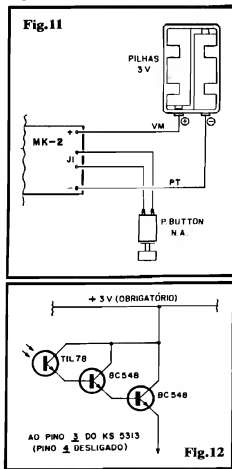

Fig.12
- FIG. 12 - POSSIBILIDADES "NÃO MECÂNICAS" DE CONTROLE AUTOMÁTICO - A adaptação dos circuitinhos do MK1 ou MK2 a caixinhas de música reais (como um pequeno porta-jóias, por exemplo...) não é difícil, conforme sugestões já descritas, improvisando-se contatos elétricos com lâminas comandadas pela búscula das tampas, etc. Entretanto, existem soluções tecnologicamente mais sofisticadas que podem ser adotadas pelos Leitores/Hobbistas... Uma delas, cujo diagrama básico é mostrado na figura, é o comando ótico do sistema, que pode ser usado no gatilhamento do pino 3 do KS5313... Nesse caso, um super-opto-Darlington elaborado com um foto-transistor TIL78 e dois BC548, fica eletricamente intercalado entre a linha do positivo da alimentação e o dito pino 3 do KS5313... A alimentação deve - obrigatoriamente - ficar em 3V (conforme as opções para tal Tensão, já diagramadas para o MK1...), e permanecer conetada...